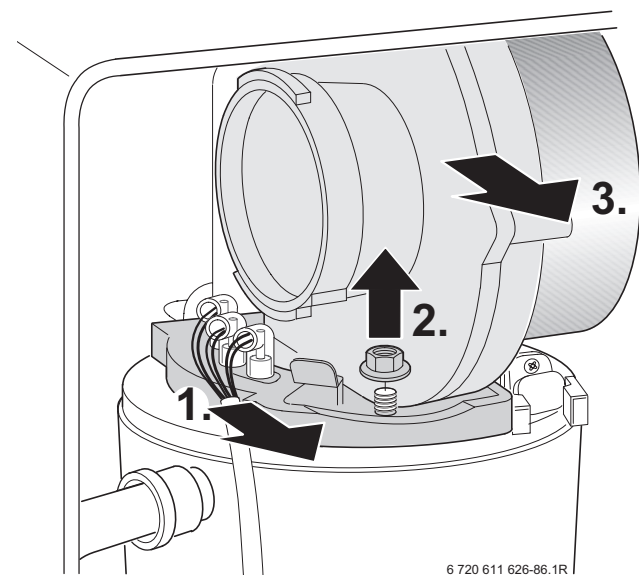

Fig. 79
- ▶ Estrarre il cavo dell'elettrodo di accensione e di controllo, Fig. 79, fase 1.